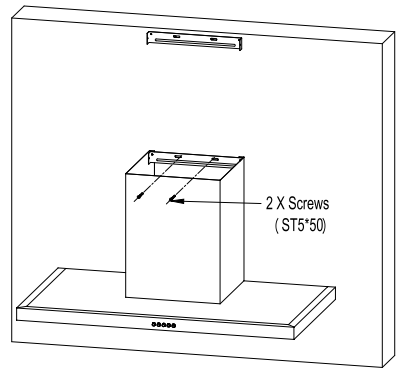

Рисунок 7
5. Вкрутите дополнительный винт ST5\*50 для предотвращения самопроизвольного соскальзывания вытяжки с кронштейна. См. Рисунок 7.